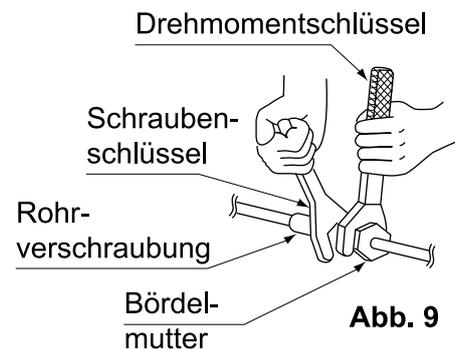

Abb. 9
- Achten Sie darauf, wie in der Zeichnung dargestellt, einen Schraubenschlüssel gemeinsam mit einem Drehmomentschlüssel zum Anschließen oder Lösen von Rohren an/von das/dem Gerät zu verwenden. **(Siehe Abb. 9)**